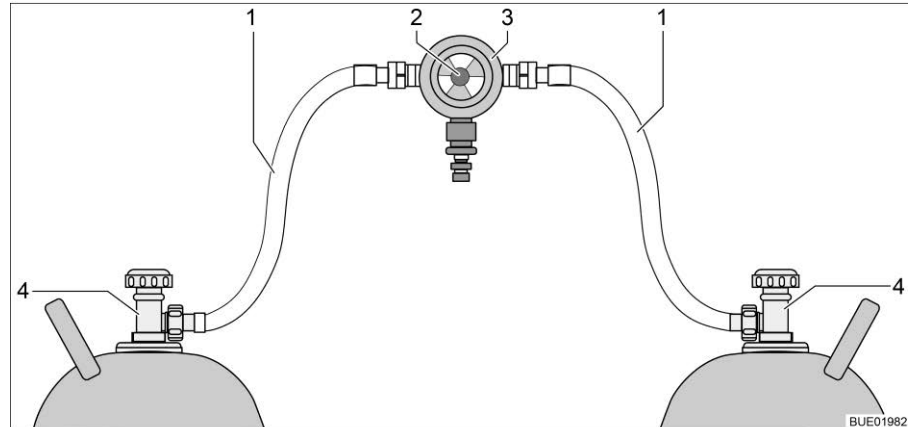
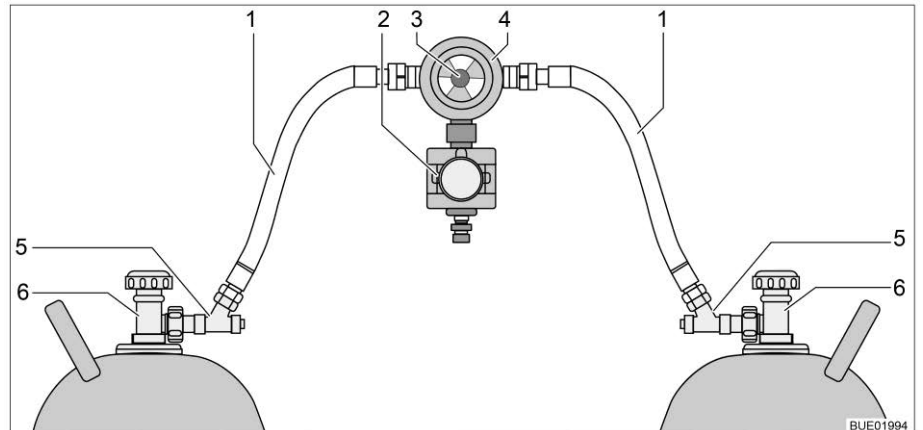

Fig. 132 Dispositif de commutation entre bouteilles de gaz
Fig. 133 Dispositif de commutation entre bouteilles de gaz avec CPU
Le dispositif de commutation entre bouteilles de gaz se compose d'un régulateur de pression du gaz combiné à une valve de commutation et indicateur (Fig. 132,3). Le dispositif de commutation entre bouteilles de gaz est monté entre les deux lyres (Fig. 132,1).
Le dispositif de commutation entre bouteilles de gaz se compose d'un régulateur de pression du gaz combiné à une valve de commutation et indicateur (Fig. 133,4) et d'une électrovanne (Fig. 133,2). L'électrovanne bloque l'arrivée du gaz au véhicule en cas de freinage brusque, d'accident ou de pente inhabituellement forte. Le dispositif de commutation entre bouteilles de gaz est monté entre les deux lyres (Fig. 133,1) avec des sécurités de rupture de tuyau (Fig. 133,5).
Le bouton rotatif (Fig. 132,2 ou Fig. 133,3), situé sur le dispositif de commutation entre bouteilles de gaz permet de définir laquelle des bouteilles de gaz est celle de service et laquelle est celle de réserve.
Seules les fonctions électriques peuvent être activées sur l'unité de commande (Fig. 134). Les robinets principaux des bouteilles de gaz (Fig. 132,4 et Fig. 133,6) doivent être ouverts ou fermés manuellement.
- Ouvrir les robinets principaux des bouteilles de gaz (Fig. 132,4 ou Fig. 133,6).
- Appuyer sur les sécurités de rupture de tuyau (Fig. 133,5) l'une après l'autre pendant 10 secondes.
- Choisir la bouteille de gaz avec le bouton rotatif (Fig. 132,2 ou Fig. 133,3) du dispositif de commutation à partir de laquelle le gaz doit être utilisé prioritairement (bouteille de service).
- Fermer les robinets principaux des bouteilles de gaz (Fig. 132,4 ou Fig. 133,6).